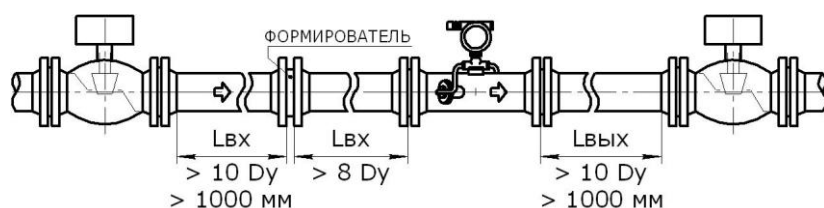

Рисунок 12. Частично открытая задвижка или регулятор
2.2.3 Регуляторы давления (расхода) рекомендуется устанавливать после датчика по направлению потока. При установке регулятора давления (расхода) перед датчиком необходимо производить монтаж в соответствии с 2.3.3 (рисунок 12), с применением комплекта монтажных частей **Т8**. Для датчиков исполнений «1223М-Т-50-15» и «1223М-Т-50-30» исполнение с формирователем **Т8** не требуется, длина прямолинейного участка – в соответствии с 2.3.3 (рисунок 12), но не менее 2 м.
**ВНИМАНИЕ!** При установке датчика после регулятора давления (рисунок 12) необходимо обеспечить работу регулятора в штатном режиме (соответствие пропускной способности регулятора измеряемому расходу, отсутствие пульсаций давления, акустического шума и др.)